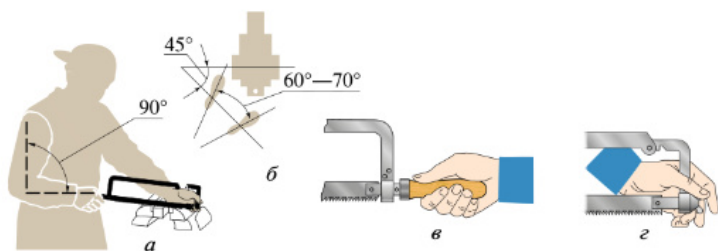

Рис. 5.26. Рабочее положение при резании слесарной ножовкой:
1. Перед началом работы нужно установить высоту тисков по росту или использовать ростовую подставку. Затем закрепляют заготовку. Рабочая рука с установленной на заготовке ножовкой должна быть согнута под прямым углом (рис. 5.26, а).
2. Перед тисками встают вполоборота по отношению к губкам тисков или к оси разрезаемой заготовки. Корпус разворачивают влево от тисков под углом 45° (рис. 5.26, б). Ногу, соответствующую нерабочей руке (левую — для правшей, правую — для левшей), ставят на полшага вперёд и переносят на неё центр тяжести. Поворачивают другую ногу по отношению к ней на угол $60\text{—}70^\circ$.
в ладонь (рис. 5.26, в). Нерабочей рукой держат рамку, как показано на рисунке 5.26, г, четырьмя пальцами обхватывают гайку-барашек и натяжной винт.